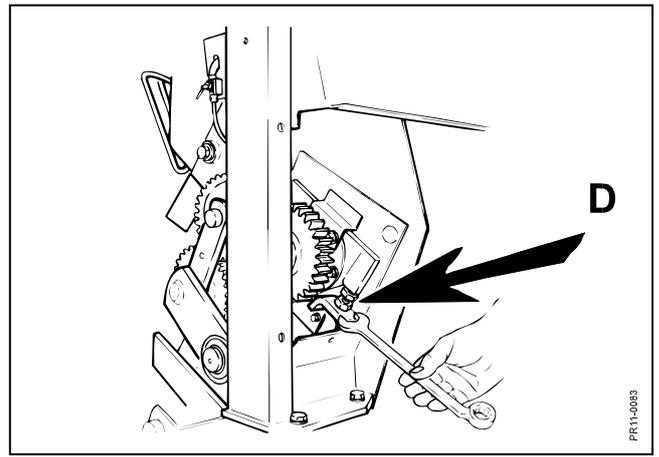

Fig. 3-29
**Fig. 3-29** Le réglage de l'écartement, s'il est nécessaire, s'effectue au niveau de la vis **D** qui possède un contre-écrou qui doit être resserré après le réglage. Le réglage doit être effectué de chaque côté de la machine.